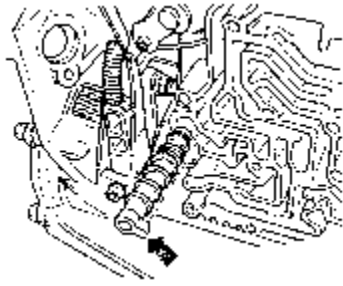

图 7-137 安装密封塞
(5) 安装密封塞。拆卸和安装自由轮之前，从壳体中拔出密封塞，否则密封塞和 O 形圈会损坏。在密封塞上安装新的密封圈，将密封塞装入变速箱壳体的孔中，凸缘（箭头）必须插入油槽内，如图 7-137 所示。